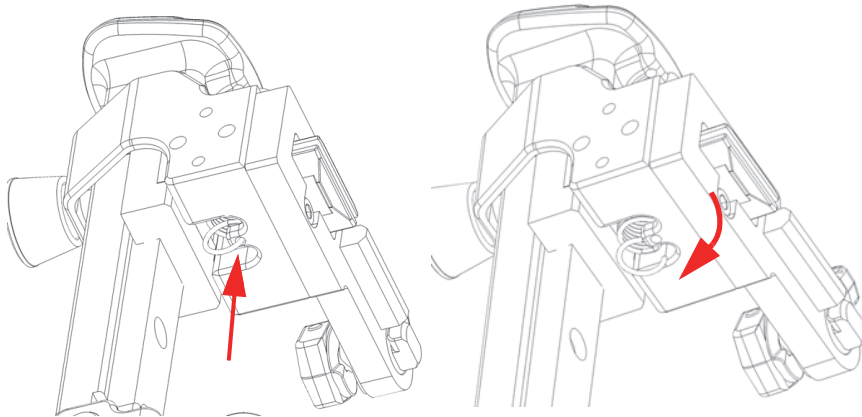

Рис. 2-29 Извлечение пружины из крепежного отверстия
1. Используя «длинноносые» плоскогубцы, извлеките нижнюю часть пружины из отверстия кронштейна подпружиненного рычага (Рис. 2-29 на стр 63).